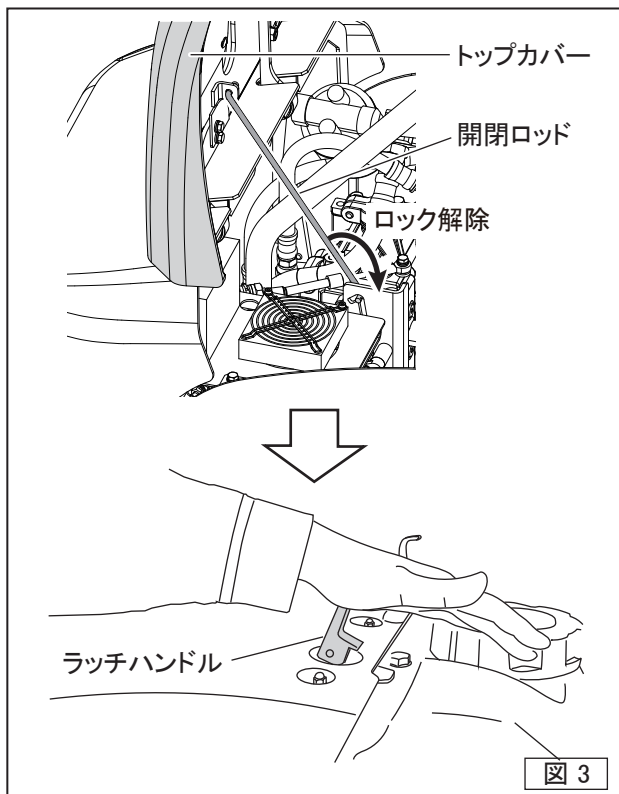

図 3
- トップカバーを閉める時、開閉ロッドを軽く持ち上げて、ロックを解除してから閉めてください。ラッチハンドルを手の平で押しトップカバーをロックしてください。ロックが不十分な場合、部品破損の原因となる恐れがあります。(図3)